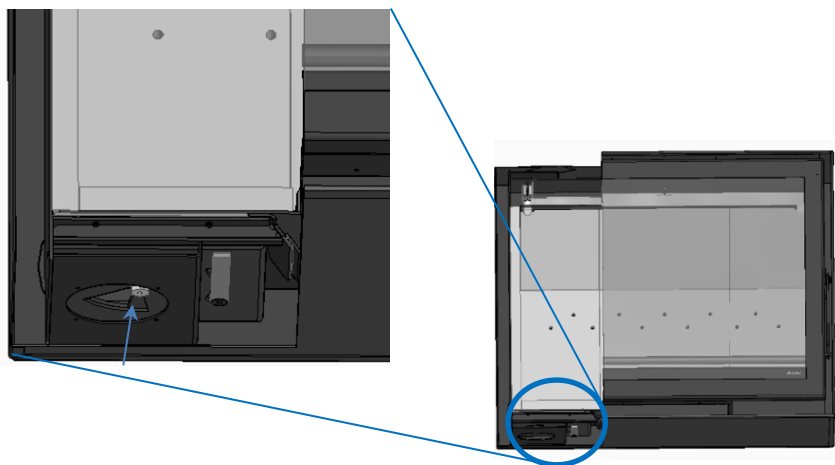

Figura 12 - Entrada de aire para la combustión
* La entrada de aire frío se realiza por debajo de la unidad, a excepción de las unidades Back Box Eco y Back Box Slim Eco, por lo que la unidad extrae aire frío de la habitación en la que está instalada, Figura 12.